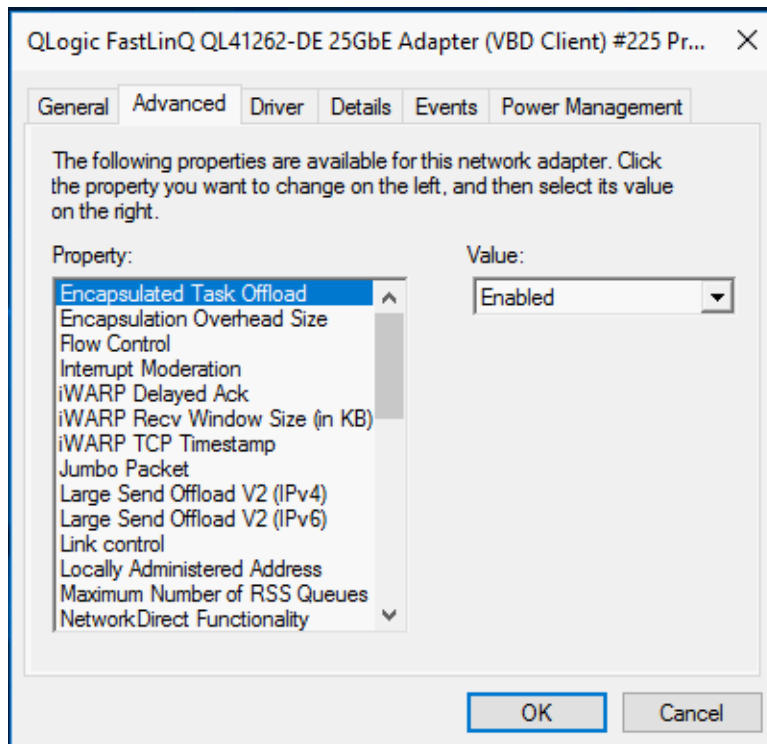

Ilustración 3-9. Configuración de Advanced Adapter Properties (Propiedades avanzadas del adaptador)
3. En la página Advanced (Avanzado) (Ilustración 3-9), seleccione un elemento en **Property** (Propiedad) y, a continuación, cambie el **Value** (Valor) de dicho elemento según sea necesario.